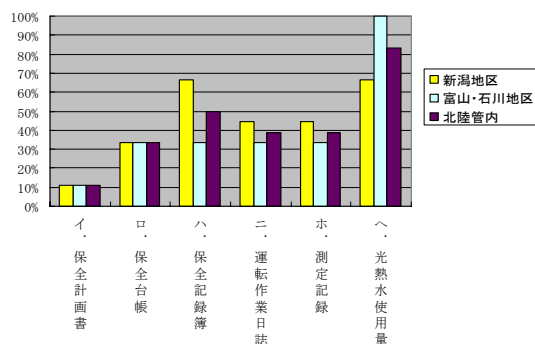

図2：記録の整備実施率
- ・光熱水使用量の記録整備に比べて、保全計画書や保全台帳の記録整備実施率は低かった。（図2より）